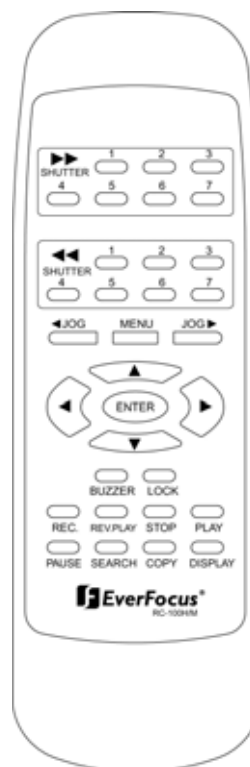

Рис. 1
- Пульт дистанционного управления представляет собой дополнительное устройство, увеличивающее возможности ручных операций с цифровым видеомagniтофоном (рис. 1). Пульт дистанционного управления позволяет выполнять все настройки и операции. Зона действия составляет 10 метров при отсутствии препятствий. Функции кнопок пульта совпадают с функциями кнопок на передней панели цифрового видеомagniтофона.